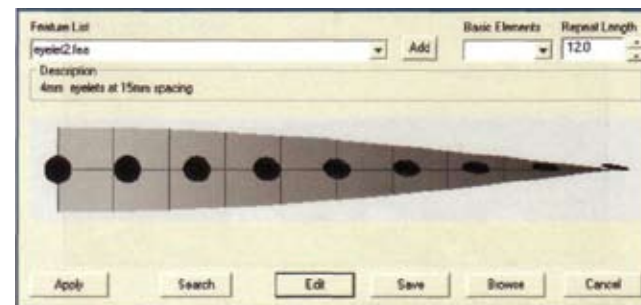

Рис. 71
- Выберите **eyelet2.fea** из списка швов (рис. 71).